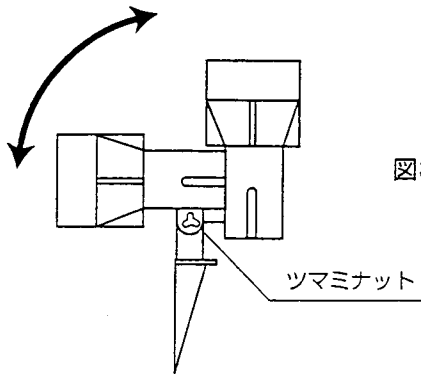

図3
3. ツマミナットを少しゆるめて灯具を照射方向に合わせてからつまみナットを締付けてください。(図3)